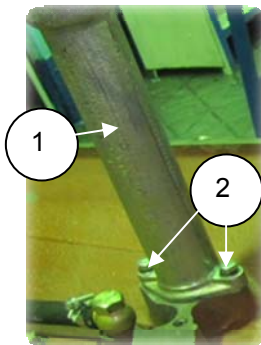

Рис. 2.66
1. Снять патрубок маслоналивной (1) (840.1009132), отвернув 2 болта M8 (2) (S=12) (рис. 2.66).